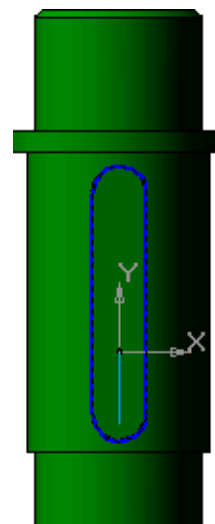

Рис. 3
**Спроецировать объект** . Укажите плоскую грань шпоночного паза (должен появиться замкнутый контур шпоночного паза) (рис.3).